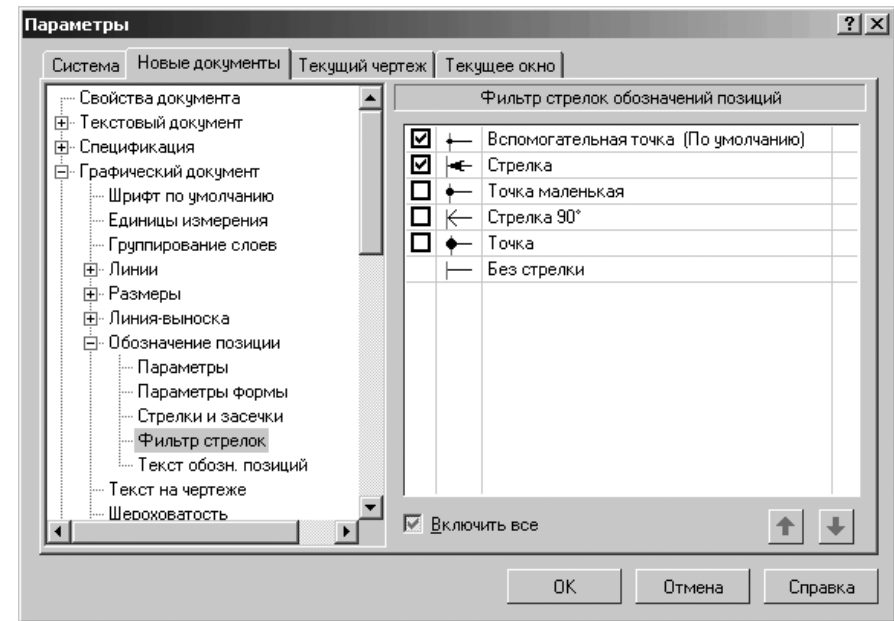

Рис. 10.43. Диалоговое окно **Параметры** с открытой вкладкой **Новые документы** и панелью **Фильтр стрелок обозначений позиций**
- щелкните в списке настраиваемых элементов **Обозначение позиции** по пункту **Фильтр стрелок**. В правой части появится панель **Фильтр стрелок обозначений позиций**, показанная на рис. 10.43;